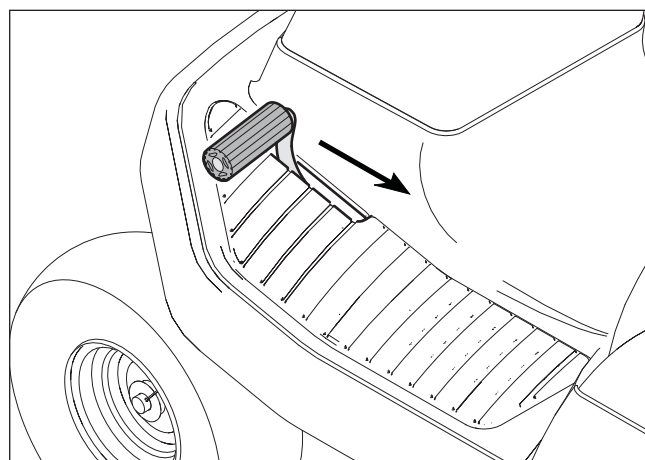

Figure 13
2. Relever lentement le pied gauche de la pédale de frein (voir la Figure 13).
1. Appuyer complètement sur la pédale d'embrayage/de frein (voir la **Figure 13**).
1. Appuyer complètement sur la pédale d'embrayage/de frein vers l'avant pour arrêter l'unité (voir la **Figure 13**). Conserver le pied sur la pédale.